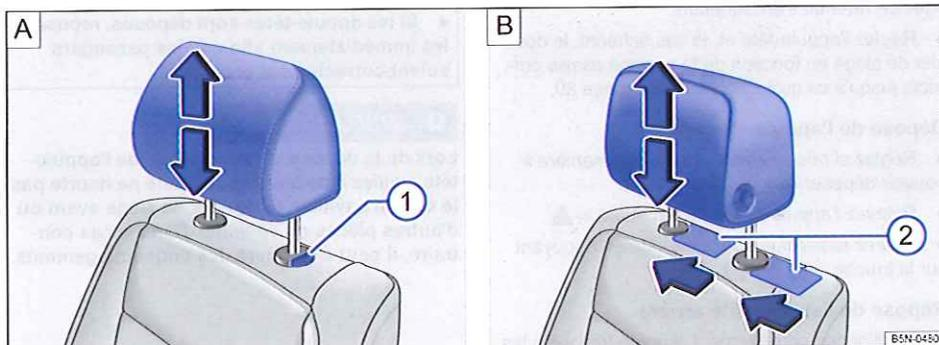

Fig. 50 Dépose de l'appuie-tête avant. A : sans possibilité de réglage dans le sens de la longueur. B : avec possibilité de réglage dans le sens de la longueur.
- Retirez entièrement l'appuie-tête en appuyant complètement sur la touche **⇒** fig. 50 **①**.